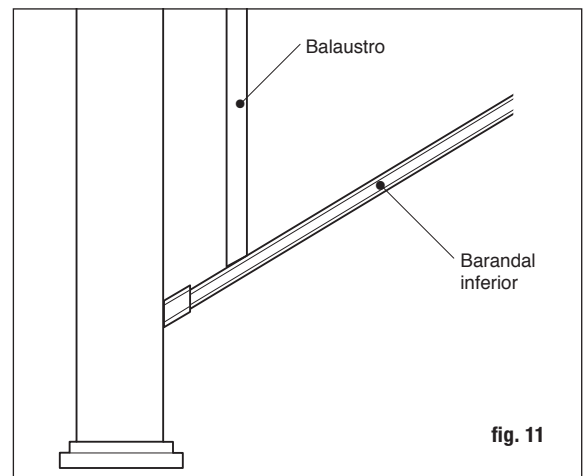

fig. 11
Paso 8 Coloque un balaustre dentro de cada orificio taladrado en el barandal inferior. Asegúrese de que el balaustre esté bien apoyado sobre el barandal (fig 11).